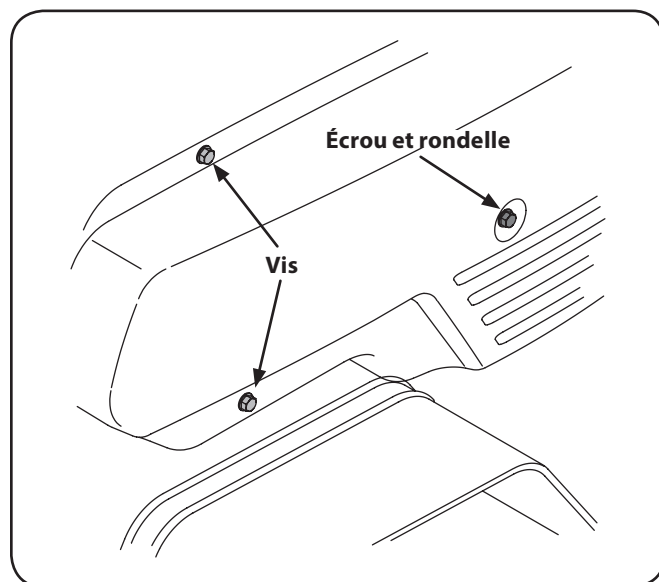

Figure 7-1
2. Enlevez les deux vis, l'écrou et la rondelle du couvercle de courroie, puis retirez le couvercle de courroie à partir du côté gauche de l'appareil. Voir Figure 7-1.